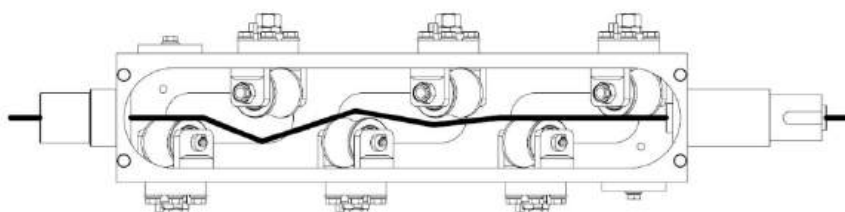

Рис. 7. Схема регулировки обкатных роликов
- отрегулируйте обкатные ролики правильной рамы под диаметр обрабатываемой арматуры. Для этого ослабьте контргайки и прижмите ролики, как показано на рис. 7, после чего затяните контргайки;